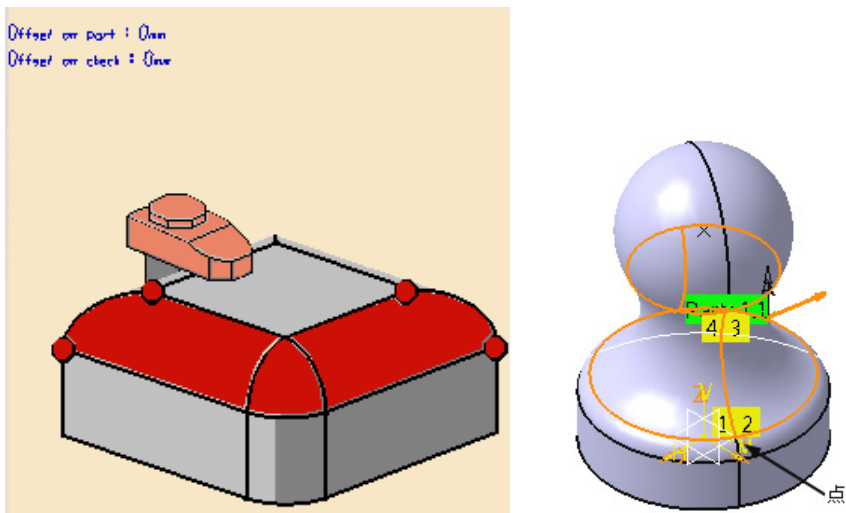

图 5-31 选择端点 (2)
● 选择端点 (2)。单击 “Isoparametric Machining.2” 对话框中端点感应区，在图形区依次选择如图 5-31 所示的一个端点，其他点自动选取，双击空白处返回。